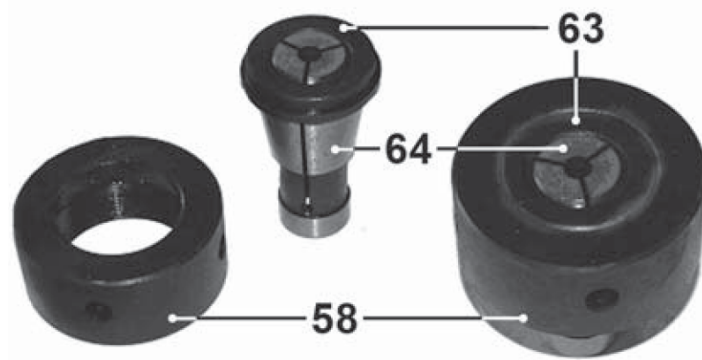

Рис. 10
- 8.6.4. Установка вставки шпинделя (52) производится в обратном порядке (пункт 8.6.3). При этом, пазы вставки шпинделя (52) необходимо совместить с ответной частью шпинделя (62), Рис.10.